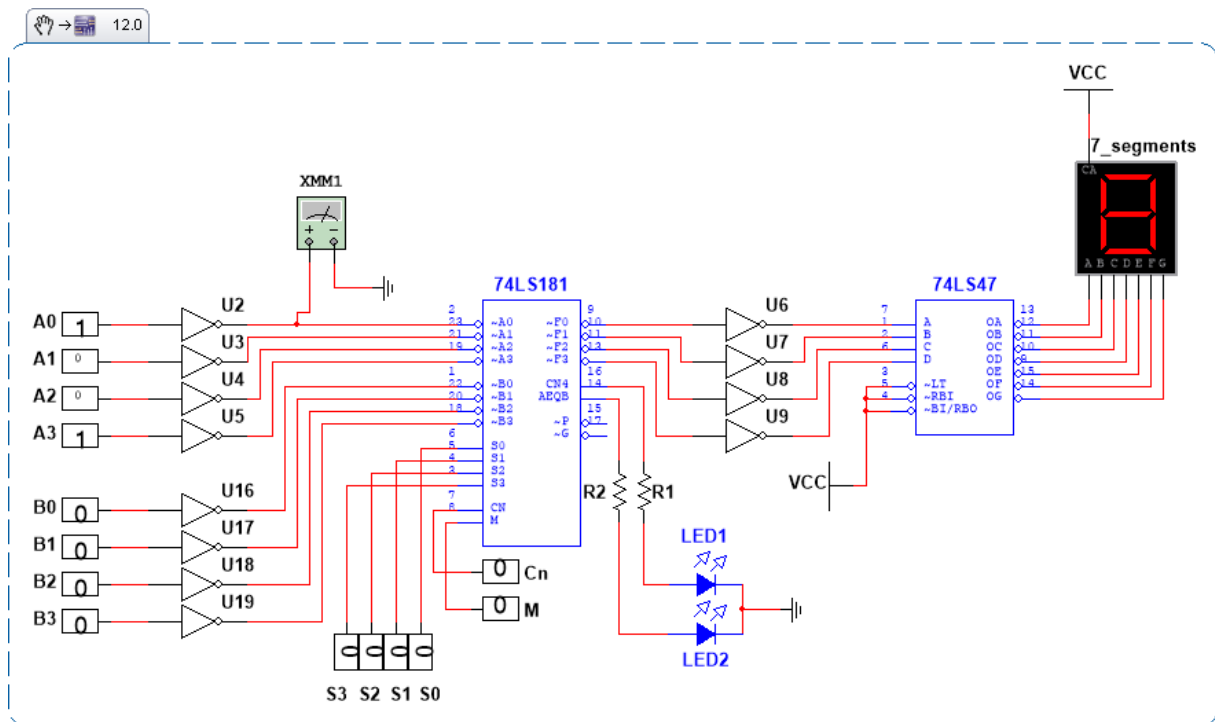

Figure 21
1) Faites le montage illustré par la Figure 21